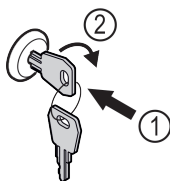

Fig. 192
- ▶ Sæt nøglen i Fig. 192 (1).
- ▶ Drej nøglen 90° med uret Fig. 192 (2).